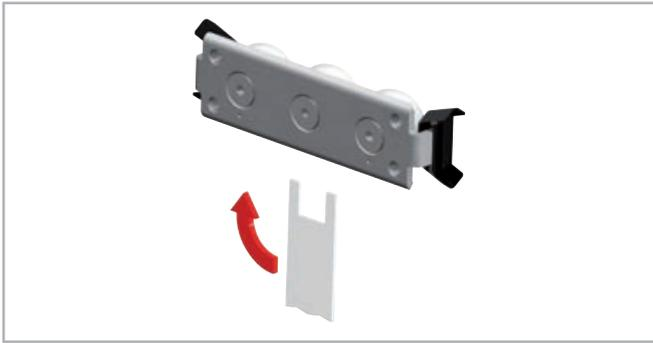

Abb. 50
- Der mitgelieferte Einstellschlüssel wird von der Seite zwischen Schiene und Läufer eingeführt und auf den Sechskant bzw. Vierkant des einzustellenden Exzenterzapfens aufgesteckt (s. Abb. 50).